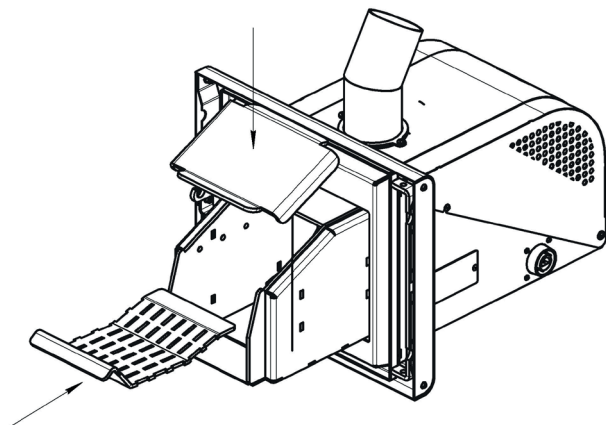

Рисунок 7 - Установка колосника и крышки жаровни
3. Проверить правильность установки колосника и крышки жаровни (Рис. 7)